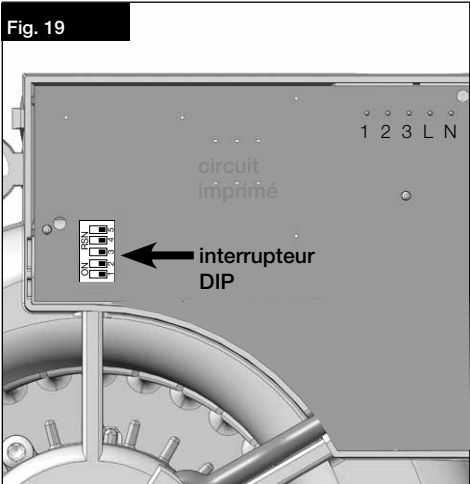

Fig. 20
- Le démarrage différé est de 0 ou 45 sec. env. au choix. L'arrêt temporisé est de 6, 10, 15, 21 minutes env. au choix. L'intervalle de temps est de 0, 8, 12, 24 heures env. au choix. Le paramétrage et le changement des valeurs usine (15 minutes) se fait via interrupteur DIP sur le circuit imprimé (voir Fig. 19 et Fig. 20). Le fonctionnement par intervalles agit toujours sur le premier niveau cité du nom de type.